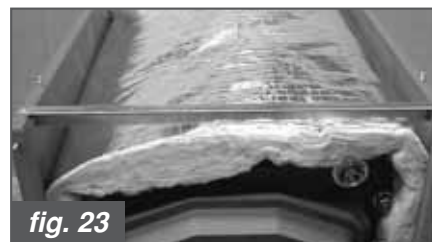

fig. 23
g) Fissare con due viti autofilettanti 3,9x9,5 il traversino a L di rinforzo (fig. 23).